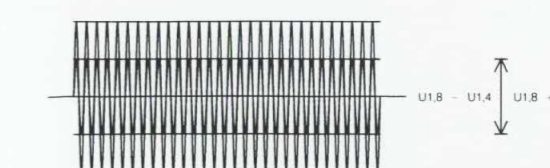

Fig. 3
- Meet de amplitude van de grootste omhullende en van de kleinste omhullende (zie Fig. 3)